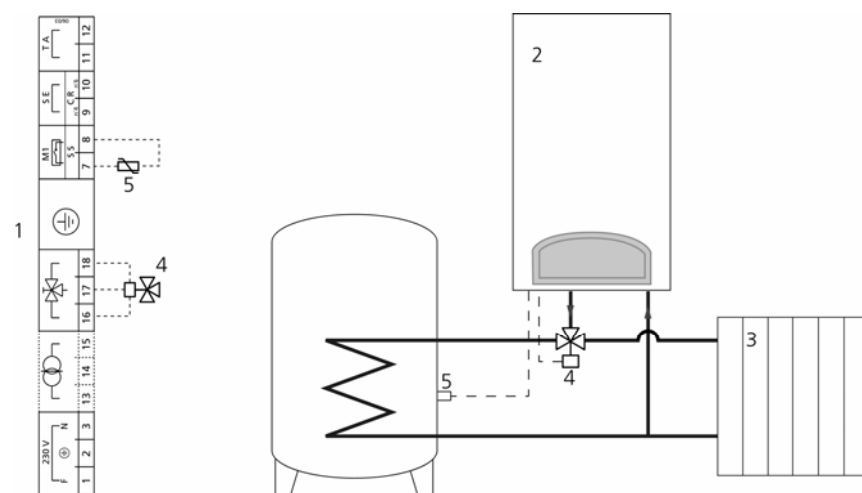

Figure 22
- réaliser le circuit hydraulique représenté sur la Figure 22